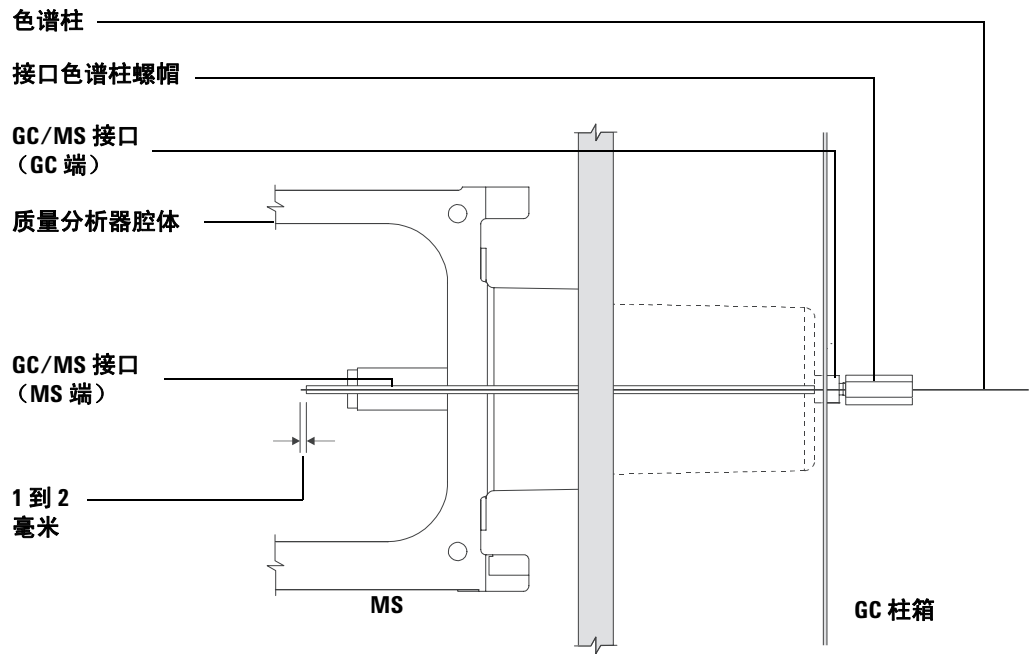

图 4
- 7 将色谱柱滑入 GC/MS 接口（见图 4）。调整色谱柱使其超出接口末端 1 到 2 毫米。